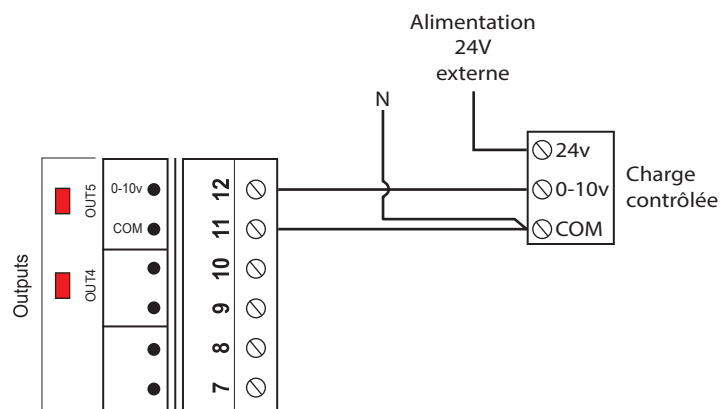

Figure 22 - Raccordement de la sortie analogique (alimentation externe)
2) Le C1000 fournit seulement le signal de contrôle à la charge, qui est alimentée par une source externe (voir figure 22).